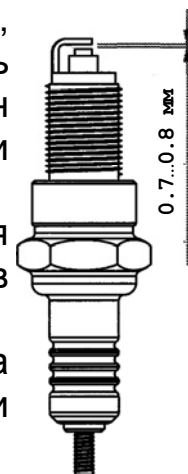

Рис. 5
4. Рекомендуется проверить величину межэлектродного зазора, которая должна быть около 0.7...0.8 мм (рис. 5). При существенном отличии измеренной величины зазора указанным требованиям заменить свечу.